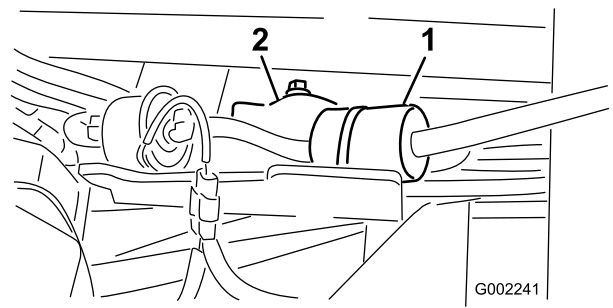

Figura 45
4. Desaperte e retire as braçadeiras do filtro (Figura 45).